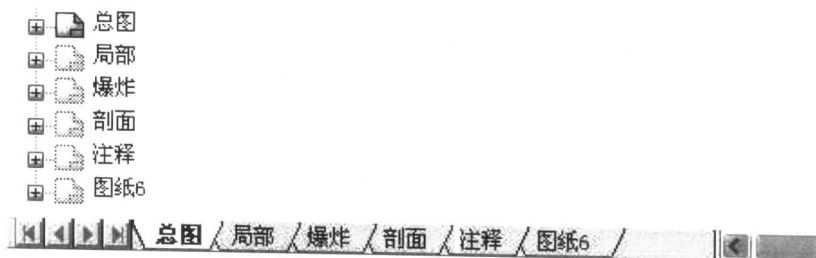

图 1-6 默认图纸顺序
**1. 默认图纸顺序** 工程图图纸是按创建的先后顺序排序的。它们的名字出现在 FeatureManager 里，并且显示于图形窗口的底部，排列成类似 Excel 的工作表风格，如图 1-6 所示。要激活一张图纸，只需要在 FeatureManager 中选择需要激活的图纸，单击右键，选择【激活】或者直接单击页标签。